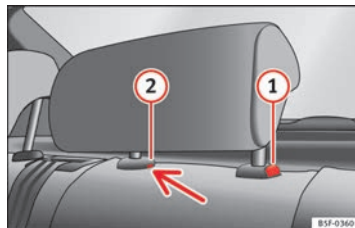

Fig. 84 Apoyacabezas trasero central: punto de desbloqueo.
- Para ajustar el apoyacabezas a una altura menor, pulse la tecla ① ⇒ fig. 84 y desplácelo hacia abajo.
- Pulse la tecla ① ⇒ fig. 84 y saque al mismo tiempo el apoyacabezas del respaldo ⇒ ⚠.
- Introduzca un destornillador en la posición ② ⇒ fig. 84 del agujero y saque al mismo tiempo el apoyacabezas del respaldo ⇒ ⚠.